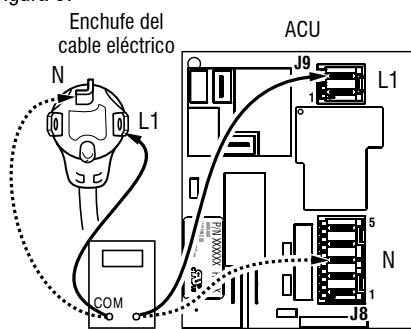

Figura 5: Conexiones entre enchufe y terminal para la secadora eléctrica
- Con un ohmímetro, verifique la continuidad entre los terminales de enchufe L1 y N del cable eléctrico con los terminales L1 y N en el ACU. Consulte la Figura 5.